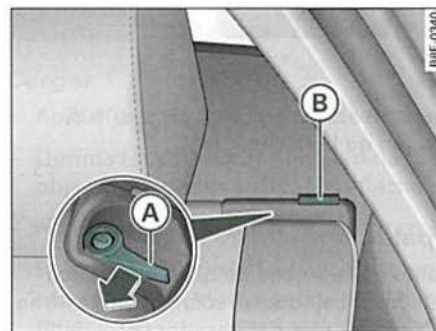

Fig. 104 Palanca de
- Oprima la palanca de desbloqueo (A) ⇒ página 105, fig. 104 en la dirección de la flecha.